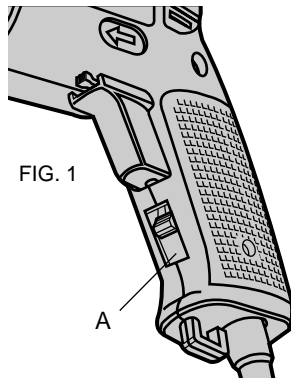

FIG. 1
Pour mettre la perceuse en marche, enfoncer l'interrupteur à détente; pour la mettre hors circuit, relâcher l'interrupteur à détente. Lorsqu'on veut verrouiller l'interrupteur en mode de fonctionnement continu, il suffit d'enfoncer l'interrupteur à détente et de pousser le bouton de verrouillage (A) vers le haut, illustrés à la figure 1, puis de relâcher lentement l'interrupteur. Pour libérer le mécanisme de verrouillage, appuyer à fond sur l'interrupteur à détente et le relâcher. Toujours s'assurer que le bouton de verrouillage fonctionne bien avant d'utiliser l'outil (chaque fois).